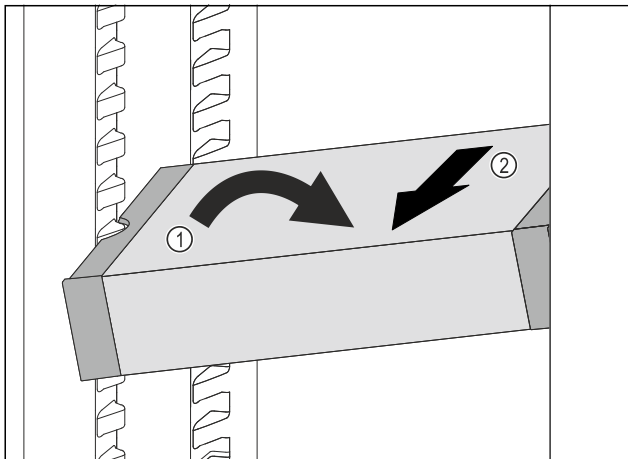

Fig. 179
- ▶ 在冷藏区中倾斜 VarioSafe。 Fig. 179 (1)
- ▶ 向前取出 VarioSafe。 Fig. 179 (2)